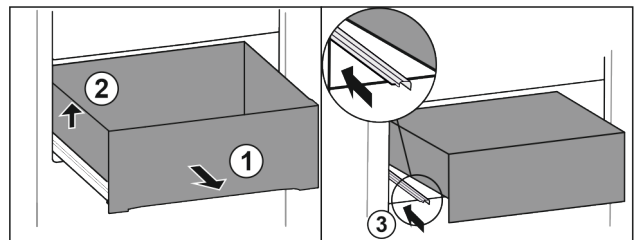

Fig. 113
- ▶ Lade tot de aanslag eruit trekken. Fig. 113 (1)
- ▶ Lade links optillen. Fig. 113 (2)
- ▶ Linker rail erin schuiven. Fig. 113 (3)